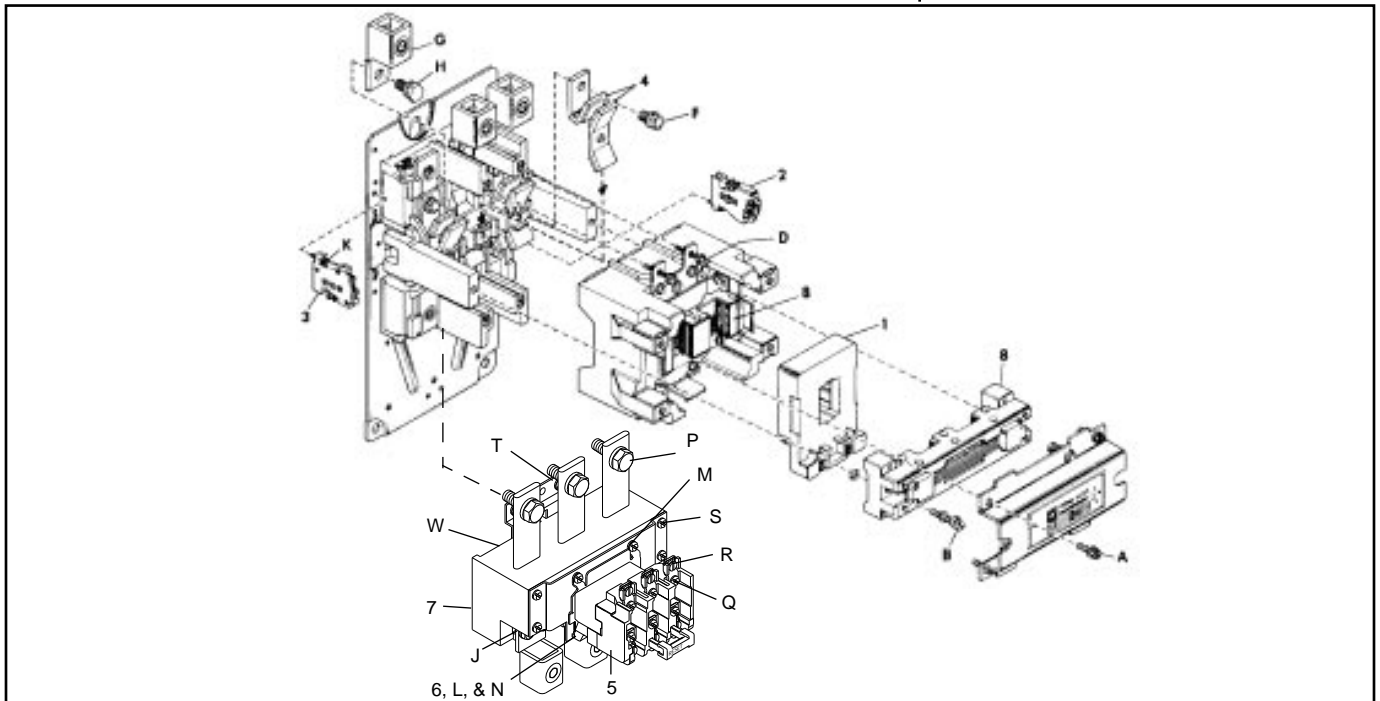

Figure 1 / Figura 1 / Figure 1: **Contactor and Starter Assembly / Montaje del contactor y arrancador / Assemblage du contacteur et démarreur**
- *Melting alloy overload relay:* incorporates three thermal units. Its contact unit (item 6 in Figure 1) is available with a normally open (N.O.) or normally closed (N.C.) isolated alarm contact in addition to the standard N.C. contact. The user may install the contact unit with alarm circuit contacts in the field. Table 5 on page 7 lists ordering information for overload relays.
- *Relais de surcharge à fusion d'alliage :* incorpore trois unités thermiques. Son unité de contact (article 6 sur la figure 1) est disponible avec un contact d'alarme isolé normalement ouvert (N.O.) ou normalement fermé (N.F.) en plus du contact standard N.F. L'utilisateur peut installer l'unité de contact avec des contacts de circuit d'alarme sur place. Le tableau 5 à la page 7 donne la liste des informations de commande pour les relais de surcharge.
To inspect or replace contacts, follow these steps: (All item numbers refer to Figure 1.)
To ensure proper alignment of the contact actuator in the reassembled device, tighten in sequence the four screws (item D in Figure 1 on page 1) that hold the contact actuator to the contact block. As you face the contactor/ starter, mounted in the normal vertical position, the tightening sequence is: lower left, upper left, upper right, and lower right. Follow tightening torques listed in Table 2 on page 5 when assembling the device.
Pour inspecter ou remplacer les contacts, suivre les étapes suivantes : (tous les numéros d'article concernent la figure 1).
Pour assurer l'alignement convenable de l'actionneur du contact dans le dispositif réassemblé, serrer dans l'ordre les quatre vis (article D sur la figure 1 à la page 1) qui attachent l'actionneur du contact au bloc du contact. En faisant face au contacteur/démarreur monté dans la position verticale normale, l'ordre de serrage est : en bas à gauche, en haut à gauche, en haut à droite et en bas à droite. Respecter les couples de serrage donnés sur le tableau 2 à la page 5 lors de l'assemblage de cet appareil.